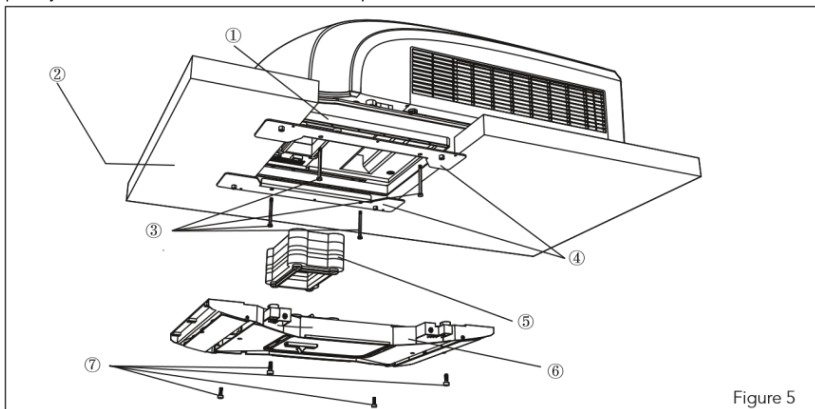

Figure 5
6. Installez l'assemblage en mousse sur l'assemblage du conduit d'air. Utilisez 4 vis pour fixer le conduit d'air sur la plaque de montage. Après avoir raccordé l'unité extérieure à l'unité intérieure, vérifiez si la mousse ne s'est pas détachée (voir fig. 5).